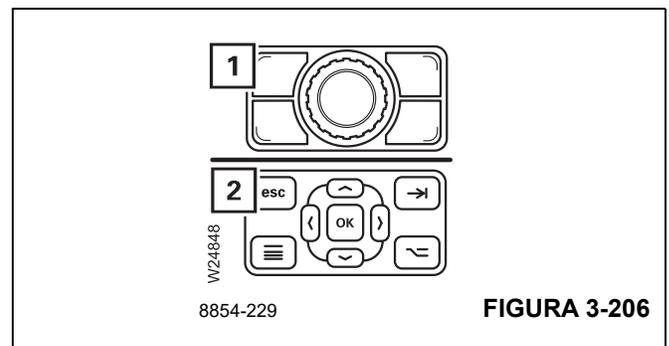

FIGURA 3-206
Pulse el botón (1), (Figura 3-206), en el cuadrante selector o presione el botón Escape (2), (Figura 3-206), en el tablero de control.